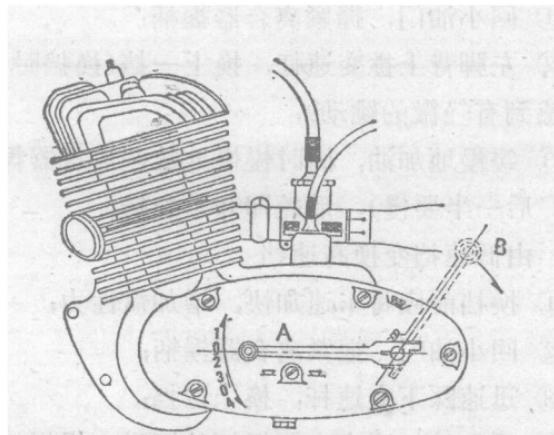

图5 发动机起动变速杆位置图
方，它兼有两种用途：一是起动发动机，用脚尖（或手）先向里推入，再向右旋转至后上方的起动杆作用位置 B（见图 5 中虚线所示位置 B）；二是换挡，起动发动机后，由于弹簧作用，起动变速杆自动回到变速位置，由驾驶者用左脚前部操纵。变速杆共有四个变速位置，在空挡指示灯亮时（即 1、2 挡之间的空挡），向上拨动是一挡，向下拨动是二、三、四挡。使用时，应用左脚前部轻轻迅速上、下拨动，不要用力过猛，以防损坏机件。起步时必须使用一挡，如用其他挡起步，则因动力不足容易熄火，如勉强起步则易损坏机件。
4. 用脚尖或手将起动变速杆旋转至后上方起动杆位置(先推入后,方能转动至图5中的B位)。